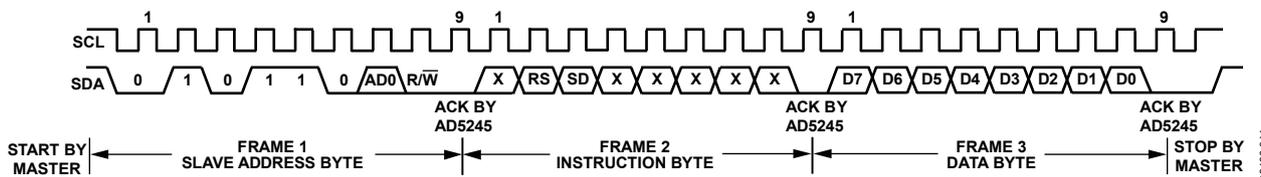
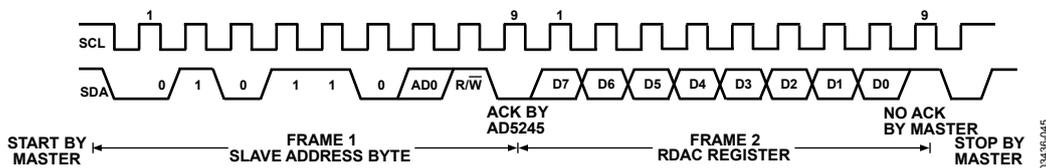

図45.RDAC レジスタへの書き込み
図46.書き込みモードで選択済みの RDAC レジスタからのデータの読み出し
1. マスターはスタート条件を設定してデータ転送を開始します。このスタート条件は、SCLがハイ・レベルの間にSDAラインがハイ・レベルからロー・レベルへ変化することと定義されます(図 45参照)。次のバイトはスレーブ・アドレス・バイトで、7 ビットのスレーブ・アドレス、それに続くR/Wビットから構成されます。R/Wビットは、スレーブ・デバイスに対するデータの読み出し/書き込みを指定します。AD5245には設定可能なアドレス・ビットAD0があります(表 8)。
3. 命令バイトをアクノリッジした後の、書き込みモードの最後のバイトはデータ・バイトになります。データは、9個のクロック・パルスで8ビットのデータとそれに続くアクノリッジ・ビットの順にシリアル・バス上を伝送します。SDAラインはSCLのロー・レベル区間で変化して、SCLのハイ・レベル区間で安定に維持されている必要があります(図 45参照)。
4. 読み出しモードでは、データ・バイトがスレーブ・アドレス・バイトのアクノリッジメントの直後に続きます。データは、9個のクロック・パルスでシリアル・バス上を伝送します(8ビットのデータの後ろにアクノリッジ・ビットが続く書き込みモードとは少し違います)。同様に、SDAラインはSCLのロー・レベル区間で変化して、SCLのハイ・レベル区間で安定に維持されている必要があります(図 46参照)。
5. 全データ・ビットの読み出しまたは書き込みが終わると、マスターによりストップ条件が設定されます。ストップ条件は、SCLのハイ・レベル中にSDAラインがロー・レベルからハイ・レベルへ変化することとして定義されます。書き込みモードでは、マスターが10番目のクロック・パルスでSDAラインをハイ・レベルにして、ストップ条件を設定します(図 45)。読み出しモードでは、マスターは9番目のクロック・パルスでアクノリッジを発行しません(SDAラインがハイ・レベルを維持)。その後、マスターはSDAラインをロー・レベルにして、10番目のクロック・パルスがハイ・レベルになるときストップ条件を設定します(図 46)。